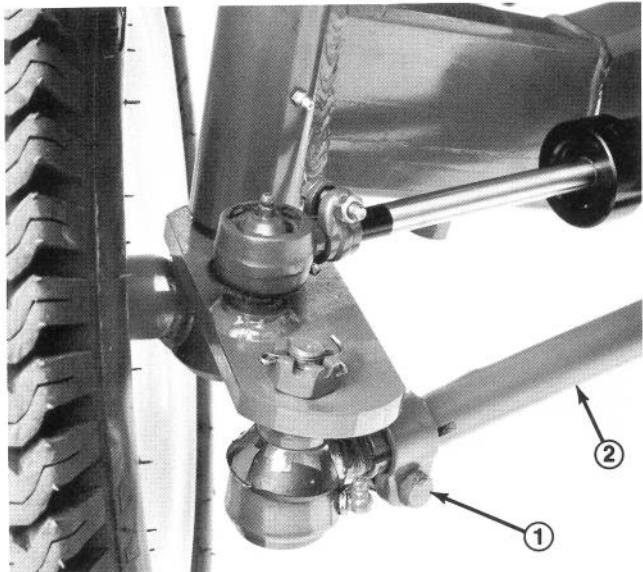

Fig. 50
2. Allentare i morsetti alle estremità dei tiranti (Fig. 50).
3. Girare il tirante (Fig. 50) per spostare la parte anteriore dei pneumatici verso l'interno o l'esterno.